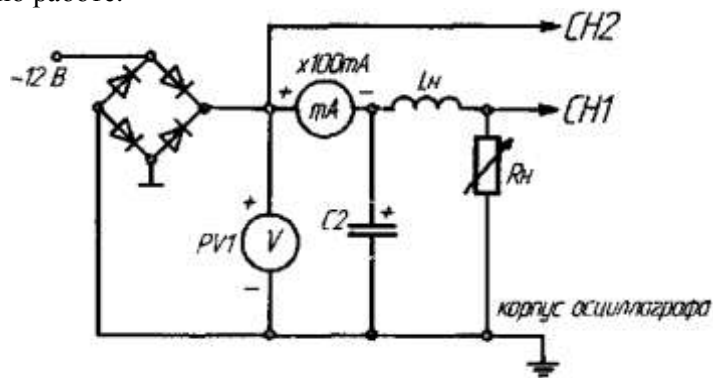

Рис. 4
1) Собрать схему по рис. 4. Установить заданное значение тока нагрузки R_n . В качестве вольтметра использовать PV1. Подключить входы осциллографа;